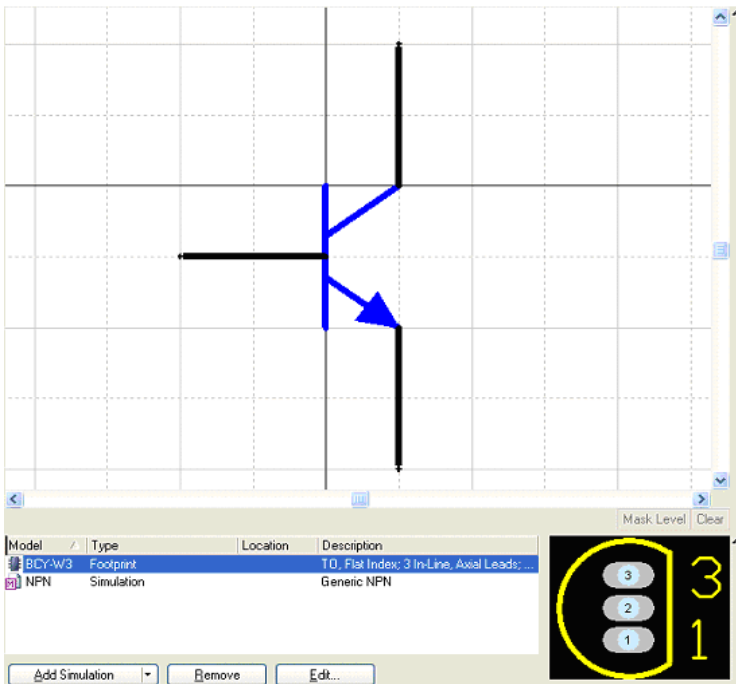

図 21 Models 画面にリストされた NPN のフットプリントとシミュレーション・モデル
10. **OK**をクリックして、モデルNPNがModelsリストに追加された *Library Component Properties* ダイアログに戻ります。図 21